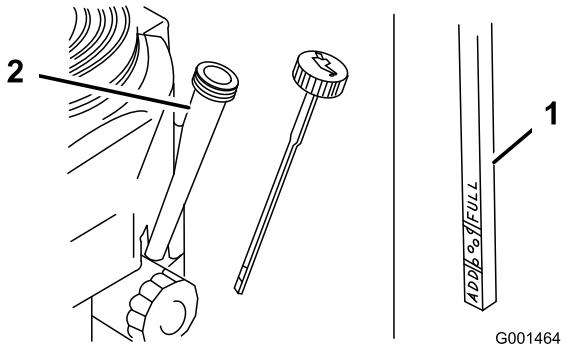

Figure 29
4. Nettoyez la surface autour de la jauge d'huile (Figure 29) pour éviter que des impuretés ne s'introduisent dans le goulot de remplissage, ce qui risquerait d'endommager le moteur.
5. Retirez la jauge d'huile et essuyez soigneusement son extrémité (Figure 29).
6. Remettez la jauge au fond du tube de remplissage, mais sans la visser (Figure 29).
8. Versez avec précaution environ 80 % de la quantité d'huile spécifiée dans le goulot de remplissage (Figure 29)